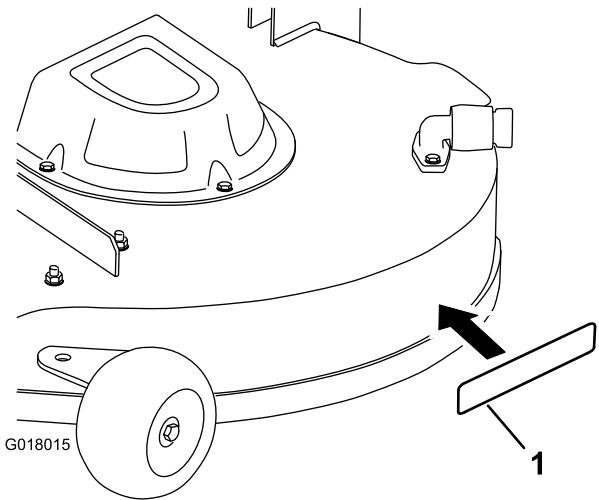

Figura 5
14. Instale la pegatina en la zona indicada en Figura 5.
- C. Separe la pegatina del soporte y colóquela en su lugar (Figura 5).